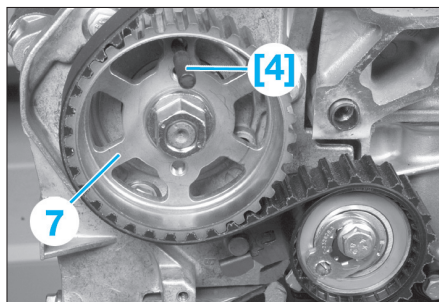

Fig. 9
- Piger le pignon de pompe haute pression (7) à l'aide de la pige [4] (Fig.9).